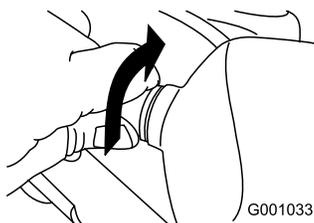

Figure 62
2. Tournez la base de l'ampoule dans le sens antihoraire jusqu'à la butée (Figure 62).